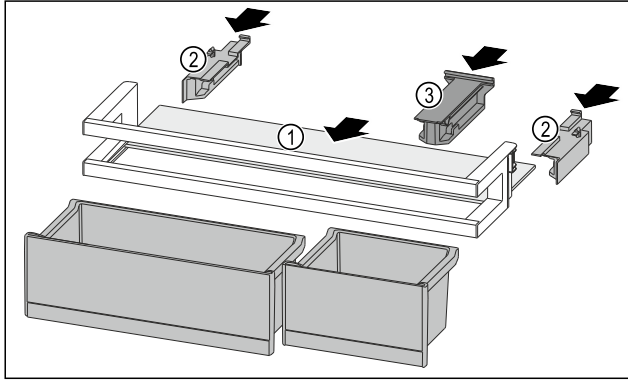

Fig. 140
- ▶ Tolja be a tárolólapot Fig. 140 (1) az oldalsó bemarásokba.
- ▶ Helyezze be az oldalsó részeket Fig. 140 (2).
- ▶ Helyezze be a tartóelemet Fig. 140 (3).